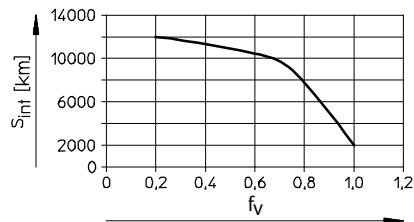

Fig. 12
- Halbieren Sie das Schmierintervall  $S_{\text{int}}$  (→ Fig. 12) wenn eine der folgenden Situationen vorliegt:
- Berechnen Sie den Belastungs-Vergleichsfaktor  $f_v$  mit Hilfe der Formel für kombinierte Belastungen (→ 12 Technische Daten) und entnehmen Sie das Schmierintervall  $S_{int}$  aus (→ Fig. 12).
- Berechnen Sie den Belastungs-Vergleichsfaktor  $f_v$  mit Hilfe der Formel für kombinierte Belastungen (→ Kapitel 12 "Technische Daten") und entnehmen Sie das Schmierintervall  $S_{int}$  aus (→ Fig. 12).